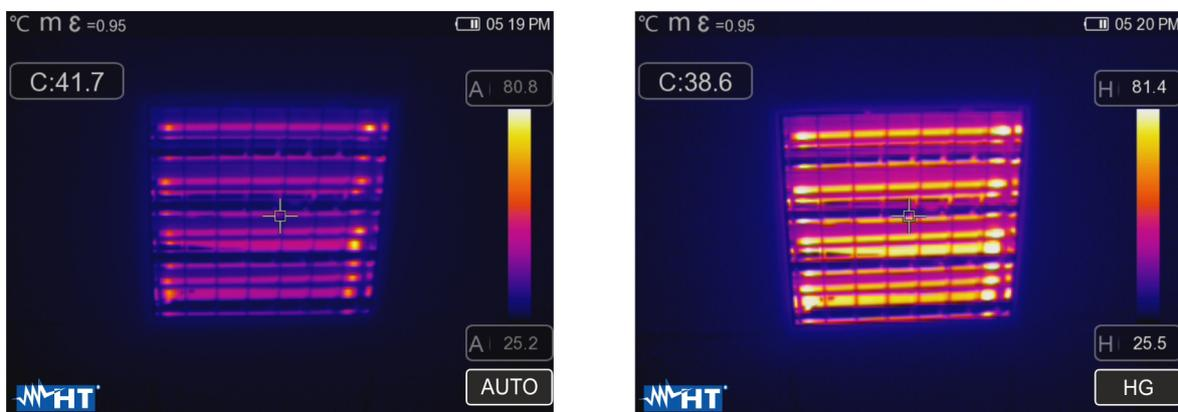

Fig. 46: Configuração do modo automático e histograma
3. Clique em ou para definir simultaneamente os valores de temperatura associados aos níveis alto e baixo em etapas de 0,1 ° C (ver Fig. 46 - lado esquerdo)
5. Clique em ▼ ou ▲ para definir o valor da temperatura associado ao nível alto em etapas de 0,1 ° C (ver Fig. 46 - parte central)
7. Clique em ▼ ou ▲ para definir o valor da temperatura associado ao nível baixo em etapas de 0,1 ° C (ver Fig. 46 - lado direito)